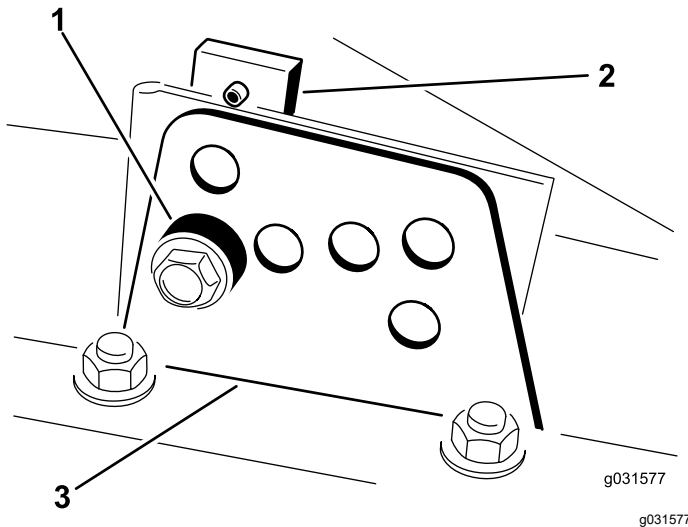

Figure 17
2. Desserrez le boulon qui fixe le support de hauteur de coupe à la plaque de hauteur de coupe (à l'avant et de chaque côté), comme montré à la Figure 17.
4. Tout en soutenant la chambre, déposez l'entretoise (Figure 17).